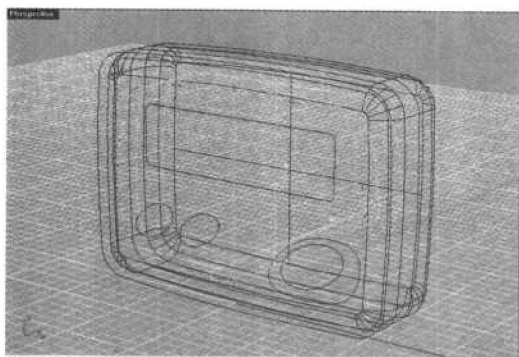

图 1.15 拉伸曲线 2
- (6) 选择任意一个倒角实体, 再选择 **Boolean Difference** (布尔运算差集) 工具, 在命令栏输入字母 “D”, 按回车键确定, 该命令的作用是布尔运算以后, 不删除物体。选择未倒角实体, 单击鼠标右键确定, 布尔运算结束。但是现在视图里还看不出变化, 因为视图中的物体互相遮挡了。
- (7) 选择未作过布尔运算的倒角实体, 再选择 **Boolean Intersection** (布尔运算交集) 工具, 然后选择未倒角实体, 右键单击完成操作, 结果如图 1.15 所示。